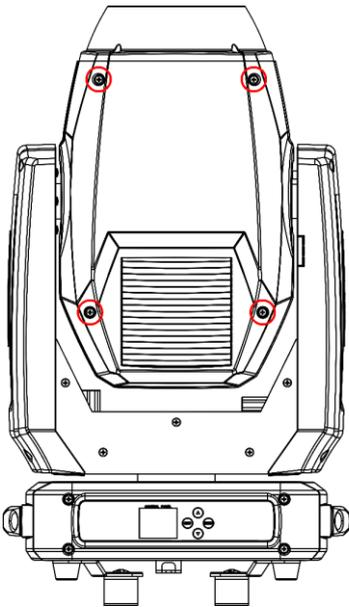

Abb. 23
- 02) Lösen Sie die 8 Schrauben am Gehäuse und nehmen Sie beide Abdeckungen ab (Abb. 23).